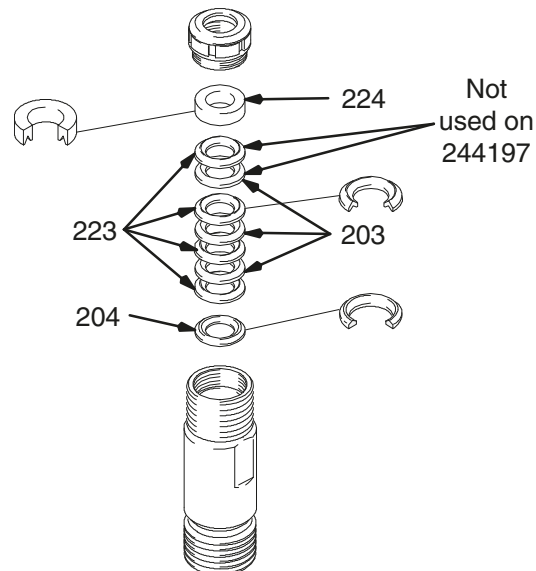

Fig. 12
Fig. 12. Laat alle lederen pakkingen minstens een uur voor de montage in SAE 30W olie ondergedompeld liggen. Breng de mannelijke pakkingbus (204) aan in de cilinder. Breng vervolgens beurtelings een UHMWPE pakking (203) en een leren pakking (223) aan (let daarbij op de juiste richting). Plaats de vrouwelijke pakkingbus (224) bovenin de cilinder. Laat de pakkingen zich goed zetten.